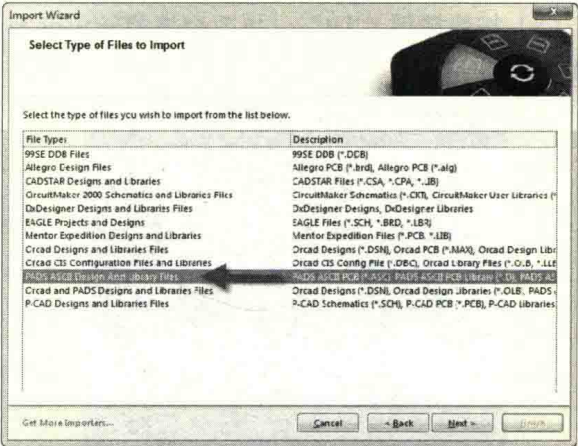

图 11-58 原理图转换向导
- (3) 打开 Altium Designer 17，执行菜单命令“File-Import Wizard”，选择“PADS ASCII Design And Library Files”导入选项，如图 11-58 所示。